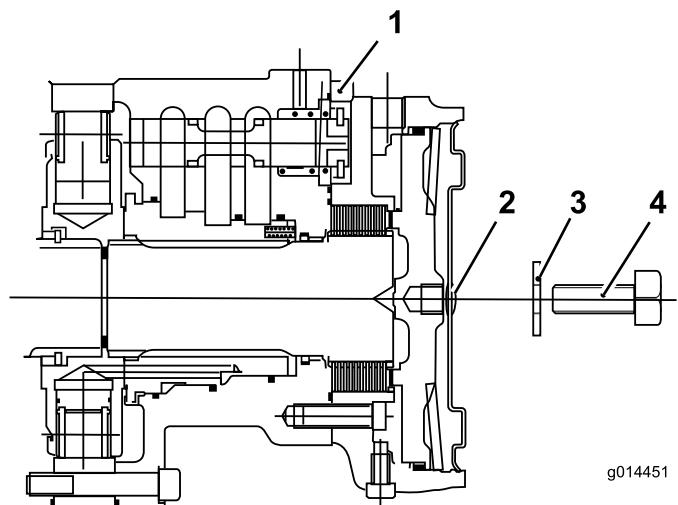

Figure 37
1. Retirez le boulon (12 x 40 mm) et la rondelle (12 mm) du trou au centre de la plaque d'extrémité du moteur (**Figure 37**).